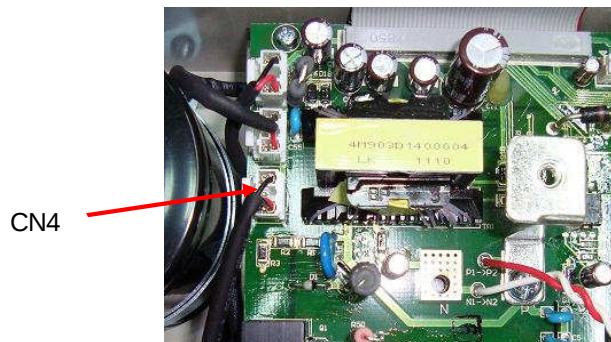

Рис.7.9
7.7.2. Подключить кабель вентилятора к разъему CN4 драйверной платы (рис.7.9).